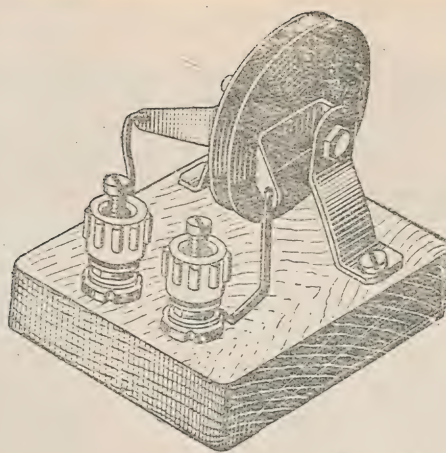

Рис. 14.
14. Селеновый столбик из двух шайб диаметром 45 мм (рис. 14). Условное обозначение — B .